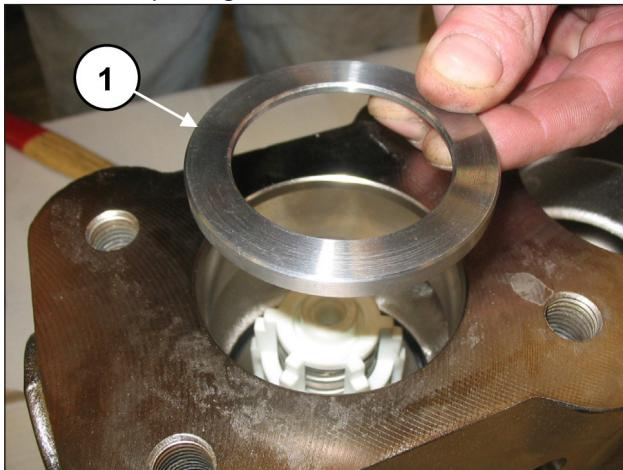
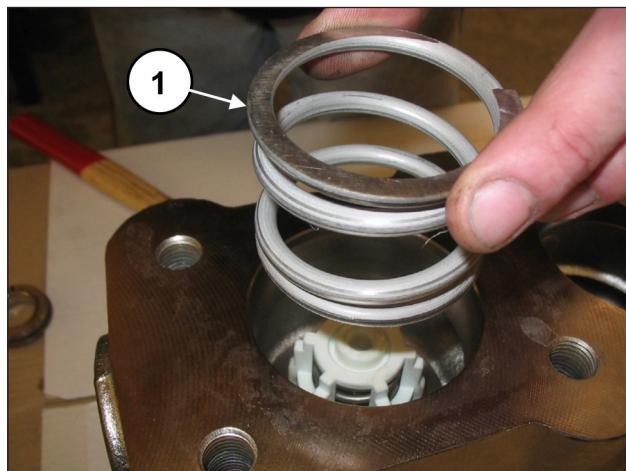

Fig. 123
Fig. 124
Insérer la bague du logement de la soupape (rep. ①, Fig. 123) et le ressort (rep. ②, Fig. 124).